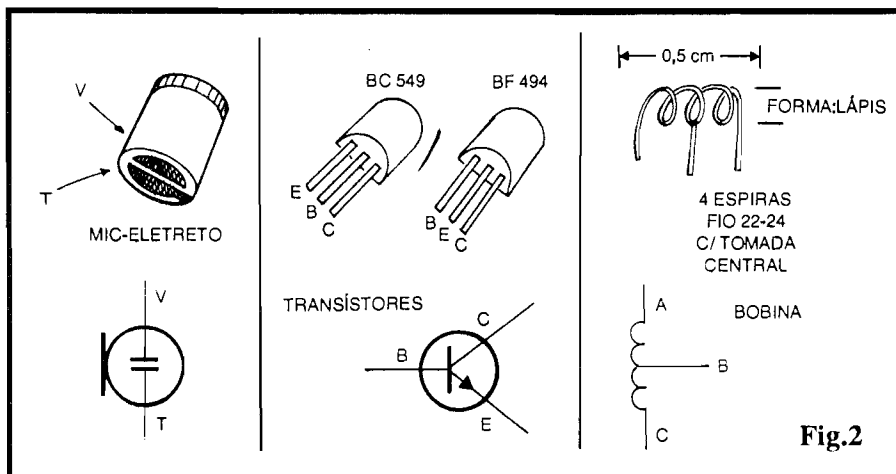

Fig.2
- **FIG. 2 - ALGUNS DOS COMPONENTES PRINCIPAIS, DETALHADOS...** - Os dois transistores utilizados (BC549 e BF494) são mostrados, em aparência, pinagem e símbolo, para que o Leitor/Hobbysta (principalmente o iniciante...) não se atrapalhe na hora de identificar os terminais, já que, embora idênticos no seu formato geral, os ditos componentes apresentam ordem diferente de "pernas", conforme se vê na figura... O microfone de eletreto também é visto com detalhes, claramente identificados seus terminando "vivo" (V) e de "terra" (T), representados por pequenas áreas estanhadas na base do componente... Finalmente, são vistos os detalhes construcionais da bobininha, que deve ser feita pelo Leitor/Hobbysta, enrolando sobre um lápis comum (que servirá de forma provisória, devendo ser removido depois...) 4 espiras de fio de cobre esmaltado 22 ou 24 (AWG), deixando-se nas extremidades cerca de 1 a 1,5 cm. de "sobra", para as conexões, e introduzindo-se uma tomada central na dita bobininha... Notar que as extremidades de ligação devem ter seu esmalte isolante devidamente raspado para que as ligações elétricas soldadas possam ser feitas e, além disso, na própria colocação da tomada central, exige-se uma pequena "decapagem" (remoção do esmalte, por raspagem...) no ponto,